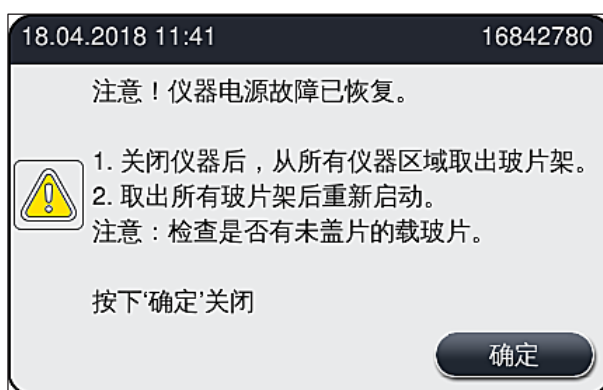

图 109
- 电源恢复后,仪器自动执行重启。屏幕上通过一条信息消息通知用户发生了电源故障(→ 图 109),该事件将被输入到事件日志中。
- ① 电源恢复后,仪器自动重新启动。警告信号音响起,警告消息出现在显示屏上(→ 图 109)。
随后遵循信息消息中的说明 (→ 图 109), 并从仪器中取出载玻片。